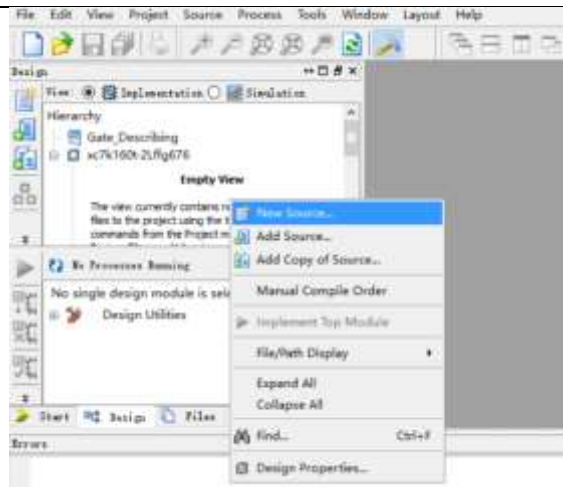

图 A.2-5 New Source 窗口
1) 点击左上方 Project 菜单选择 **New Source** 或在 **Source** 窗口下空白处用鼠标右键点击 **New Source** 如图 A.2-5 所示。
2) 点击后, 出现如图 A.2-5 所示新 Source 模板向导窗口, 选择 Verilog Module 作为源类型、输入文件名 **xor**、确认 **Add to project** 被选中。